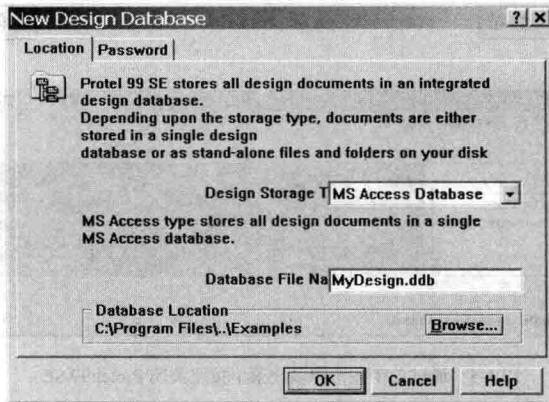

图 1-7 新建设计数据库对话框
(1) 执行菜单 File→New Design 命令，系统弹出如图 1-7 所示的新建设计数据库对话框。